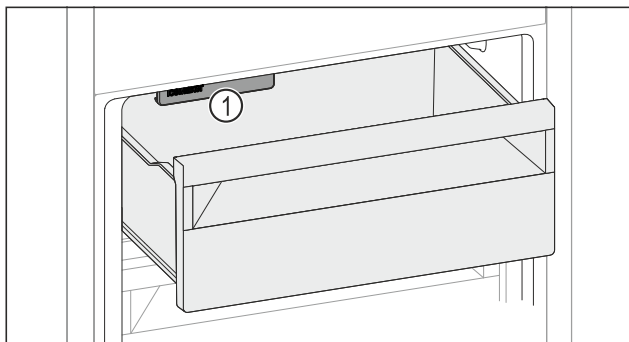

Fig. 63
- Prihliadajte na IceMaker Fig. 63 (1).